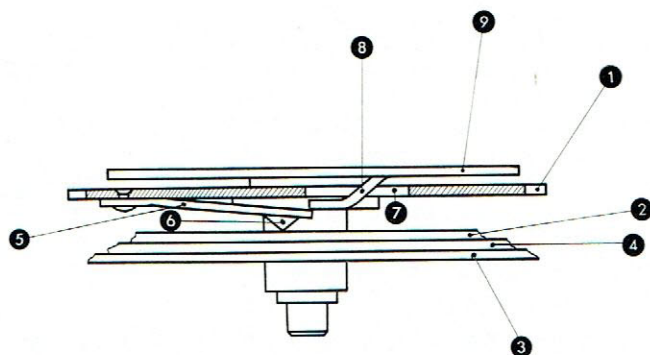

Fig. 18
La figure 18 représente le dispositif en position de déclenchement de la sonnerie. Le bossage (8) de la roue des heures (9) est tombé dans l'encoche (7) de la roue de came (1) sur l'extrémité de la lame flexible (5). Le plot (6) est venu en contact avec la plaquette (2). Le courant passe dans la sonnette, la sonnerie fonctionne.